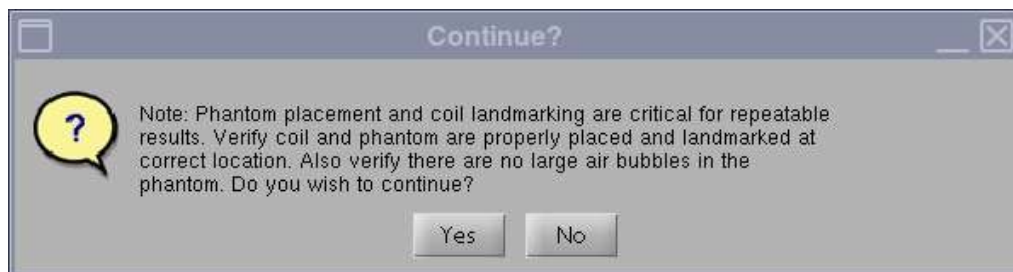

図 4
3. 起動すると、[Phantom placement and coil landmarking are critical for repeatable results] (ファントムの配置とコイルのランドマークは、再現性のある結果を得るのに極めて重要です) というメッセージが表示されます。ランドマークが正しく設定され、ファントムに気泡のないことを確認してから、[Yes] (はい) をクリックして続行します。(図 4)。